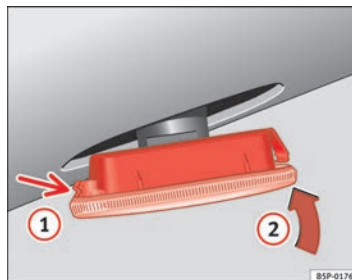

Fig. 150 Intermitentes laterales
- Coloque el intermitente en primer lugar en el orificio de la carrocería, encajando las pestañas ① ⇒ página 237, fig. 150, y a continuación encaje la lámpara como indica la flecha ② ⇒ página 237, fig. 150. ■